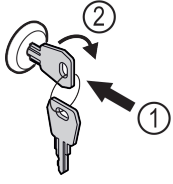

Fig. 126
- ▶ Introduceți cheia prin apăsare Fig. 126 (1).
- ▶ Rotiți cheia cu 90° în sensul acelor de ceasornic Fig. 126 (2).